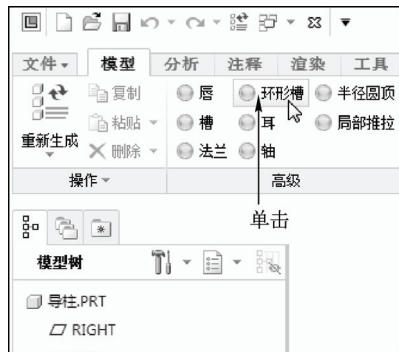

图 8-29 单击“环形槽”按钮
STEP 02 在功能区选项板的“模型”选项卡中，单击“高级”面板中的“环形槽”按钮，如图 8-29 所示。